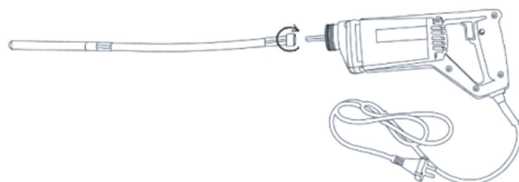

Figura 5: Sentido de encaixe do mangote no eixo do vibrador.
2. Gire o encaixe do mangote no sentido horário conforme indicado na Figura 5 abaixo: